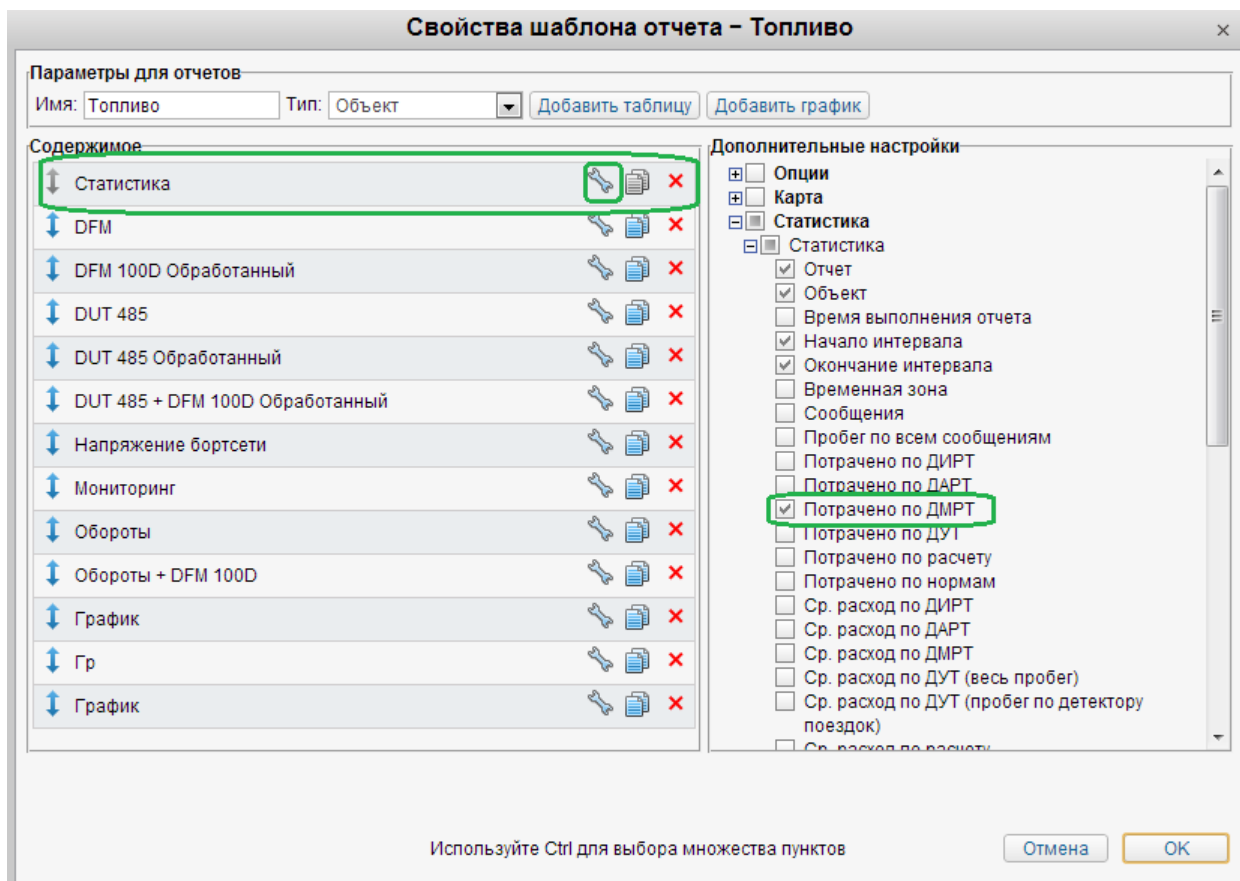

Рисунок 11
3.2.7. На вкладке Статистика настроить выводимую информацию (Рис. 11, 12):